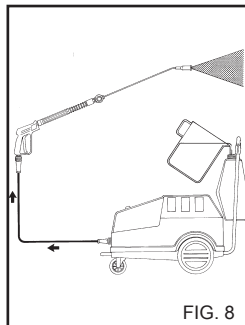

FIG. 8
4) Après l'emploi avec du détergent, rincer le circuit d'aspiration; enfilez le tuyau d'aspiration (fig. 8) du détergent dans un bidon d'eau propre et faire fonctionner la pompe pendant 1 minute avec le robinet de dosage complètement ouvert et la lance en phase de sortie du détergent.